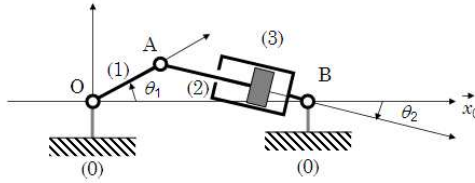

FIG. 5: Schéma de compresseur à piston oscillant.
Le système à piston oscillant représenté figure 5 permet de réduire le problème dû à l'angle résiduel entre la bielle et le piston (2). La rotation de l'ensemble oscillant {piston-cylindre} est paramétrée par l'angle  $\theta_2$  de la figure. L'articulation entre le cylindre (3) et le bâti (0) se fait au point B. La translation relative entre (2) et (3) est paramétrée par la distance AB notée  $x_{32}$ . La longueur  $OA = e$  et la distance  $OB = h$  sont constantes. On pose  $q = \frac{e}{h}$ .